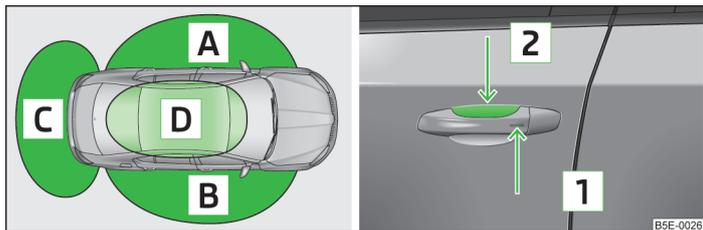

Abb. 14 KESSY: Bezeichnung der Bereiche und Entriegeln / Sensoren im Griff der Vordertür
Das System KESSY (Keyless Entry Start Exit System) ermöglicht eine Entriegelung bzw. Verriegelung des Fahrzeugs ohne die aktive Verwendung des Schlüssels. Der Schlüssel muss sich dabei in einer maximalen Entfernung von etwa 1,5 m vom Entriegelungs- bzw. Verriegelungsbereich befinden » Abb. 14.
► Den Türgriff der vorderen Tür fassen oder den Sensor » Abb. 14 mit der ganzen Handfläche bedecken » .
► Den Sensor » Abb. 14 mit den Fingern berühren.
Wenn beim Entriegeln der Sensor und gleichzeitig der Sensor » Abb. 14 überdeckt werden, wird das Fahrzeug nicht entriegelt.
Das System KESSY kann den gültigen Schlüssel finden, auch wenn dieser z. B. im vorderen Bereich des Fahrzeugdachs vergessen wurde » Abb. 14. Deshalb ist es nötig, stets zu wissen, wo sich der Schlüssel befindet.